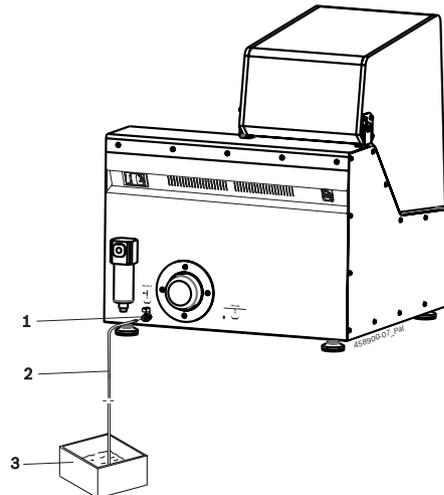

Рис. 39: Слив испытательного масла
3. Соединительный шлангопровод (Рис. 39, поз. 2; не входит в комплект поставки) соединить с запорным клапаном (Рис. 39, поз. 1). На запорном клапане предусмотрена резьба 1/8" для подключения штуцера шланга.
4. Другой конец шлангопровода поместить в поддон для масла (Рис. 39, поз. 3).
5. Открыть запорный клапан (Рис. 39, поз. 1) и выпустить испытательное масло до полного опорожнения бака испытательного масла.
6. После полного слива испытательного масла закрыть запорный клапан (Рис. 39, поз. 1).